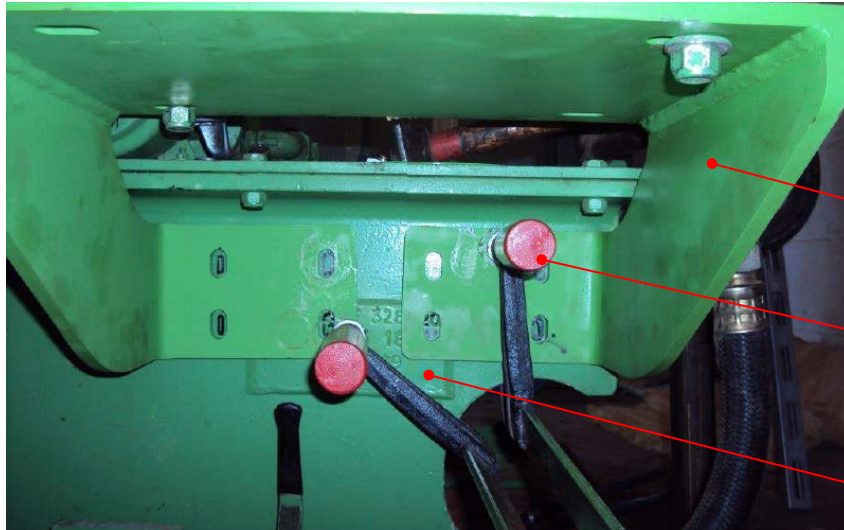
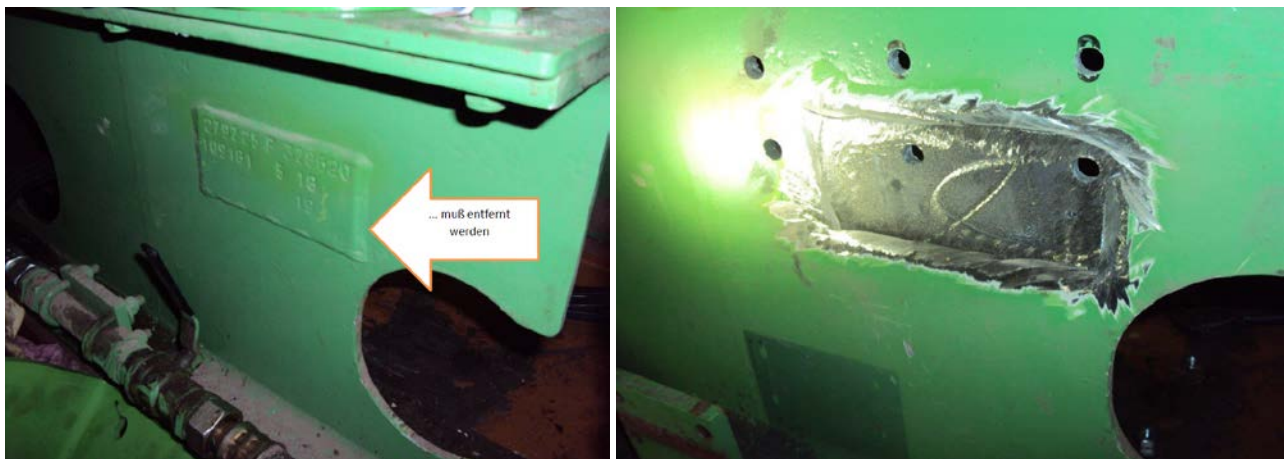

Abbildung 9: Markierung der Bohrungen
Abbildung 10: Entfernen der Teilekennzeichnung am Aggregatrahmen
5. Markieren der zu fertigenden Bohrungen (siehe Abbildung 9)
6. Fertigen der notwendigen Bohrungen (siehe Abbildung 10, rechts)
Wie in Abbildung 9 erkennbar, kann es passieren, dass die MKW-Pumpenkonsole genau an jener Stelle am Aggregatrahmen positioniert werden soll, an der sich auch das Schild für die Teilekennzeichnung des Aggregatrahmens befindet. In diesem Fall muss das Schild entfernt werden (siehe Abbildung 10).